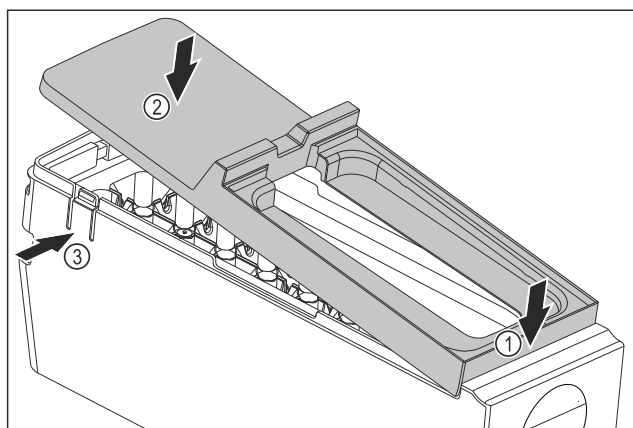

Fig. 148
- Montera skyddet på EasyTwist-Ice-enheten: Sätt in skyddet framtill. Fig. 148 (1)
- Sänk ned skyddet baktill. Fig. 148 (2)
- ▷ Skyddet hakar hörbart i båda skenorna Fig. 148 (3).